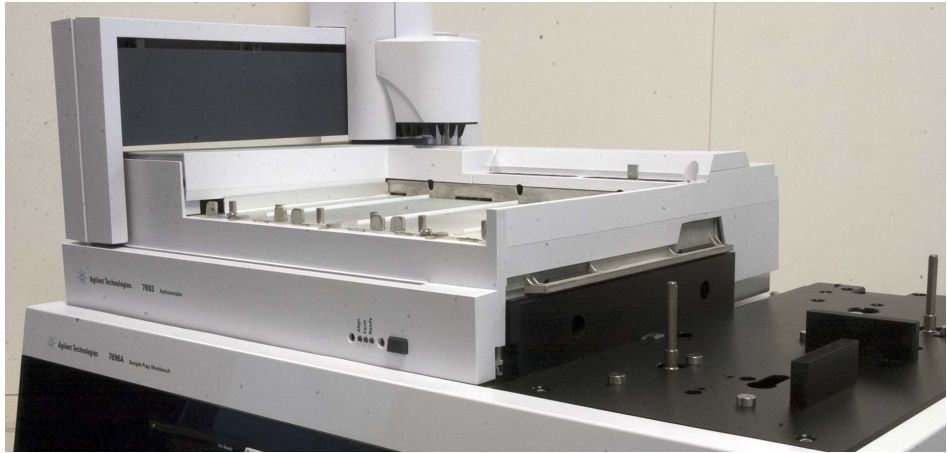

Figure 13 Installation du porte-échantillons à plat sur la base du châssis
- 2 Assurez-vous que le porte-échantillons repose bien à plat sur la base du châssis (Figure 13).